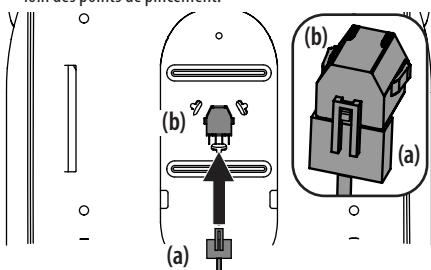

Figure 5
- Si nécessaire, connectez le faisceau de l'interrupteur du siège (a) à l'interrupteur (b). Voir Figure 5. Placez l'excédent de fil loin des points de pincement.